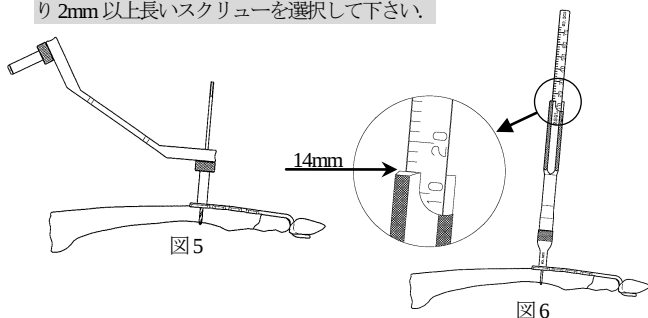

図 5
- 5) 骨幹部の近位側スクリューホールに 2.5 ドリル N/CP ポジションのニュートラル側を設置し、2.5 ドリルにてドリリングします。ポジションの CP 側を使用することにより、骨片間に圧迫をかけることができます。(図 5)